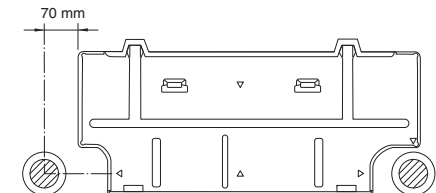

Abb. 3-34
- (1) Die Rückwand der Inneneinheit an der gewählten Wandstelle platzieren. Sicherstellen, dass die Rückwand waagrecht liegt, wozu eine Wasserwaage oder ein Messband zum Heruntermessen von der Decke verwendet wird. Mit der Befestigung der Rückwand an der Wand warten, bis eine Öffnung erstellt wurde.
- (2) Bestimmen, an welcher Seite der Einheit die Öffnung zum Durchführen der Leitungen erstellt werden muss. (Abb. 3-34)
Bei Leitungsverlegung links hinten zur präzisen Bestimmung der Schlauchdurchführung die Messpunkte von der Kante der Rückwand heranziehen. (Abb. 3-34)